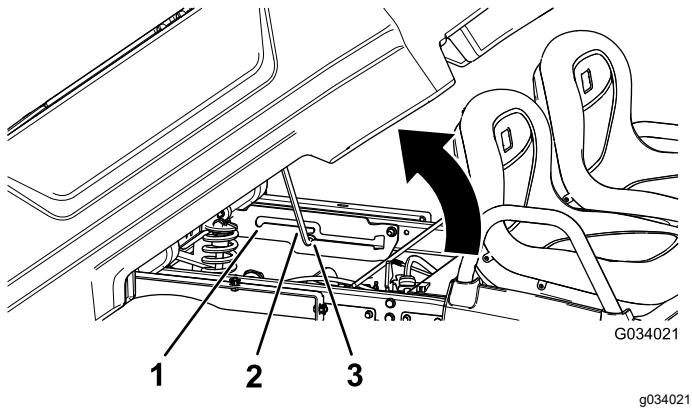

Figura 16
2. Puxe a barra de apoio para a ranhura de bloqueio da posição de descarregar, para fixar a plataforma para descarregar (Figura 16).
2. Puxe a barra de apoio para a ranhura de bloqueio da posição de manutenção, para fixar a plataforma para manutenção (Figura 16).
2. Retire a barra de apoio da ranhura de bloqueio (Figura 16).